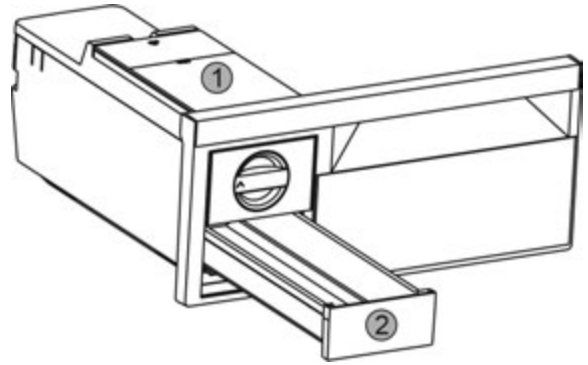

Fig. 35
- Зняти бак для води Fig. 35 (1) та висувний ящик для виробництва кубиків льоду Fig. 35 (2).